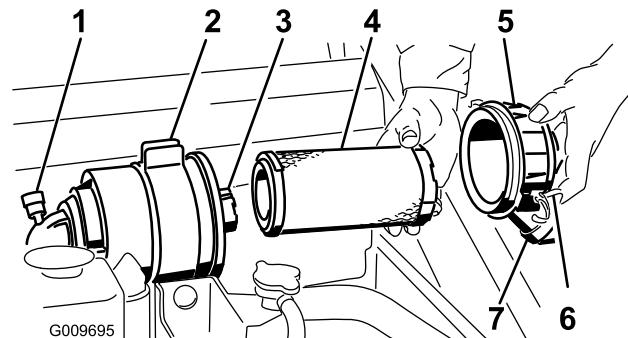

Bild 33
**Wichtig:** Warten Sie den Luftfilter nur, wenn die Wartungsanzeige rot ist (Bild 33). Das frühzeitige Auswechseln des Luftfilters erhöht nur die Gefahr, dass Schmutz in den Motor gelangt, wenn Sie den Filter entfernen.
4. Lösen Sie die Riegel am Luftfilter und ziehen Sie die Abdeckung vom Gehäuse ab (Bild 33).
1. Schieben Sie den Hauptfilter vorsichtig aus dem Luftfiltergehäuse heraus (Bild 33). Vermeiden Sie ein Anstoßen des Filters an der Seite des Gehäuses.
4. Wenn Sie den Sicherheitsfilter auswechseln, schieben Sie den neuen Filter vorsichtig in das Filtergehäuse (Bild 33).
5. Schieben Sie den Hauptfilter vorsichtig auf den Sicherheitsfilter (Bild 33). Stellen Sie sicher, dass dieser einwandfrei einliegt, indem Sie beim Einbauen auf den äußeren Rand des Filters drücken.
6. Bringen Sie die Luftfilterabdeckung mit der Seite an, auf der UP gestanzt ist, und rasten Sie die Riegel ein (Bild 33).